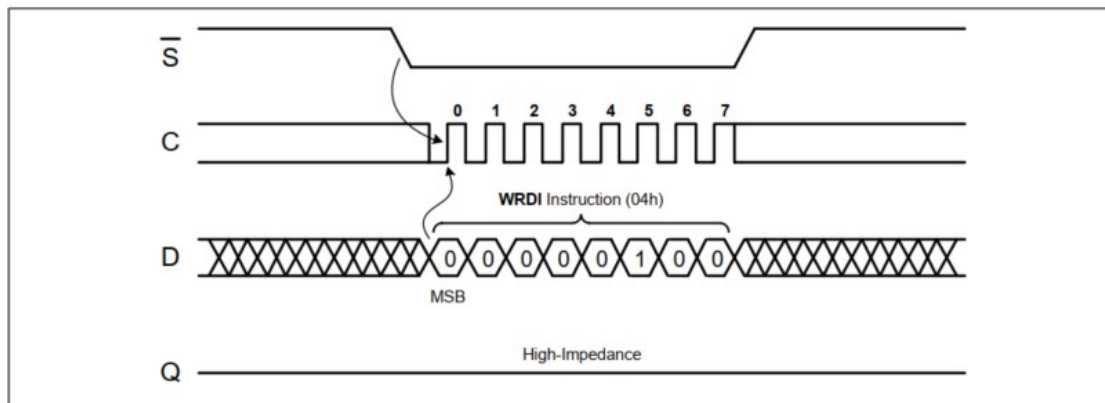

图 4-3 写禁用
重置 WEL 位的一种方法是向设备发送写禁用 (WRDI) 指令。为了向设备发送 WRDI 指令，芯片选择首先被驱动为低电平，指令字节 (04h) 的位在串行数据输入 (D) 上被移入（见图 4-3）。然后，设备进入等待状态。它等待设备被取消选择，芯片选择被驱动高。